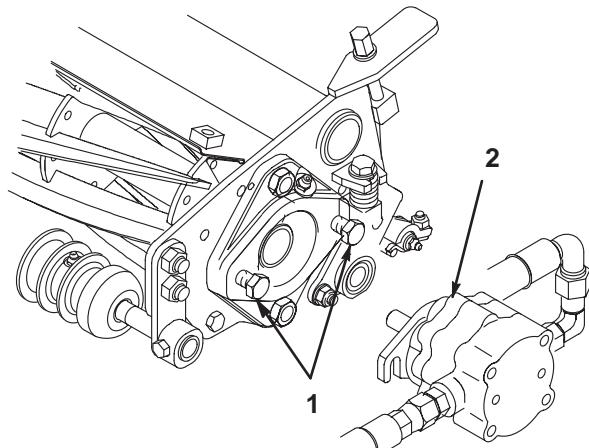

図14
9. リール・モータ取り付け用のキャップスクリュを組み立てる。ネジ山を13 mmほど突き出させておく（図14）。
11. モータのシャフトのスライス部にグリスを塗布し、モータを時計方向にひねってスタッドを一回かわし、次に逆にひねってモータのフランジをスタッドに噛ませる（図14）。